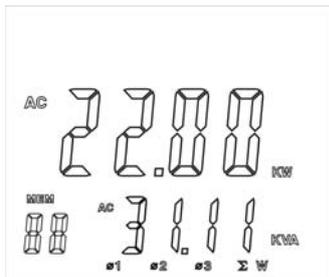

Figura 13
- Después de grabar la medición de potencia de la corriente de la tercera fase, finalmente pulse  $\Sigma$  y espere un segundo para que se muestre la suma de los valores de la potencia activa trifásica y los valores de potencia aparente, como en la figura 13.